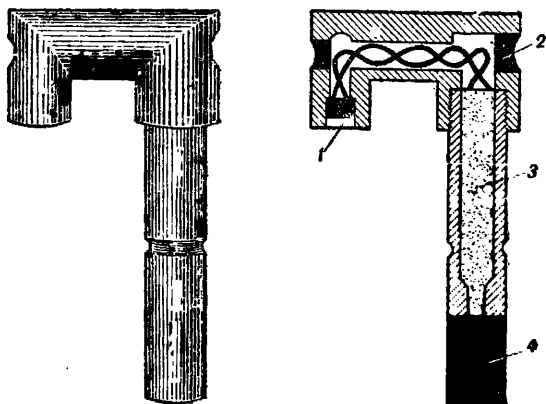

Рис. 22. Запал
31. Запал (рис. 22) служит для взрыва разрывного заряда гранаты. Он состоит из капсюля-воспламенителя, дистанционной части и капсюля-детонатора.